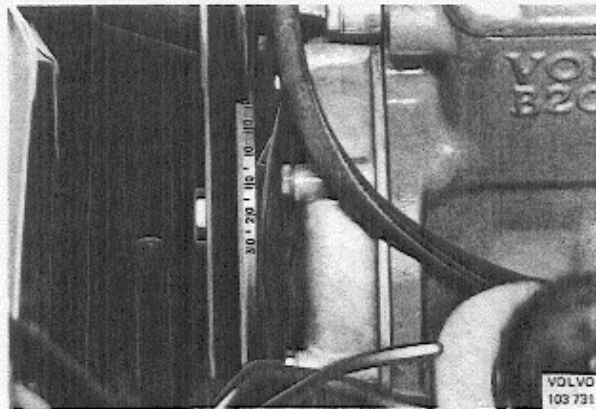

Abb. 3-36 Graduierung auf der Riemenscheibe zur Einstellung des Zündzeitpunktes
1. Riemenscheibe reinigen, damit die Graduierung deutlich sichtbar wird (Abb. 3-36).